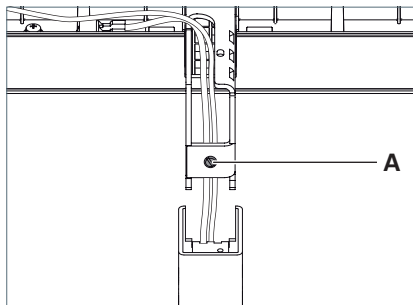

Fig. 14: Regolazione della testa dell'apparecchio d'illuminazione.
- Per sollevare leggermente la testa dell'apparecchio d'illuminazione, ruotare la vite di regolazione **A** di un giro in senso antiorario, vedi Fig. 14.